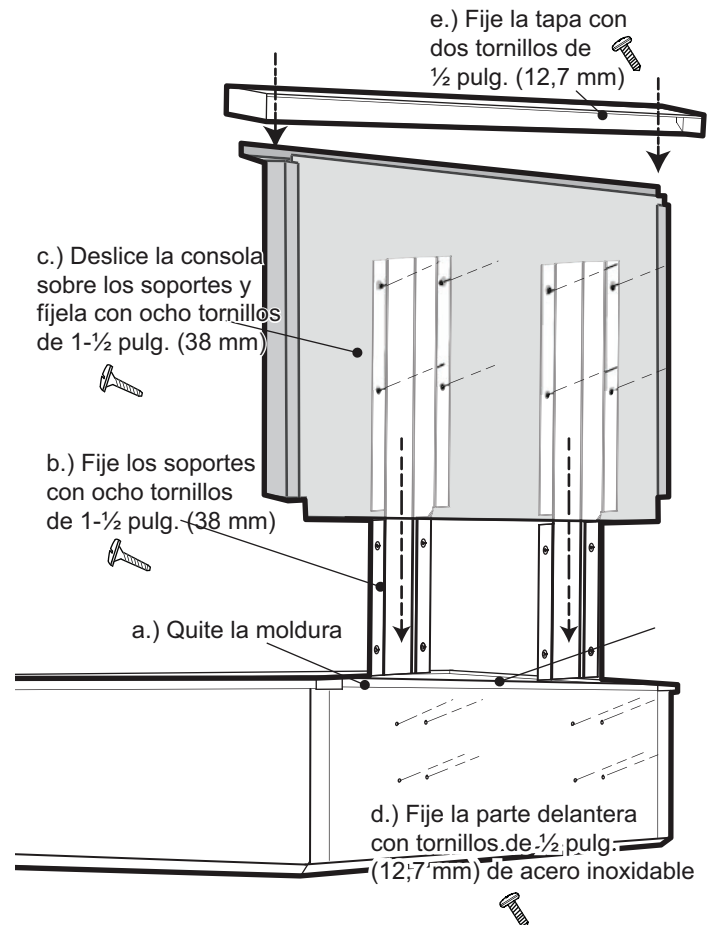

Figura 12: La consola trasera baja
- Según el modelo, quite los tres o cuatro tornillos de acero inoxidable proporcionadas con la moldura para isla. Quite los dos tornillos que sujetan la pieza al panel trasero. Levante la moldura para isla para quitarla (A, Figura 12).
- Deslice los soportes entre los dos paneles traseros de los armazones de las estufas. Fije cada soporte con cuatro tornillos de 1½ pulg. (38 mm) (B, Figura 12).
- Deslice la consola trasera sobre los dos soportes de la parte trasera de la estufa. Fíjela con ocho tornillos de 1½ pulg. (38 mm) (C, Figura 12).
- Fije la parte delantera de la consola trasera a la estufa con tres o cuatro tornillos e ½ pulg. (12,7 mm) (D, Figura 12).
- Coloque la tapa de la consola trasera en la parte superior y fíjela con dos tornillos de ½ pulg. (12,7 mm) (E, Figura 12).